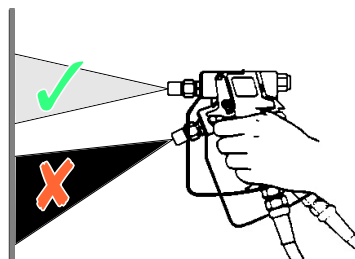

fig. 10: Unghi de stropire
- ▶ Țineți pistolul de stropire în unghi drept (90°), îndreptat către suprafața de acoperit. În cazul în care țineți pistolul de stropire într-un alt unghi, acoperirea este neuniformă și pătată (vezi fig. 10).